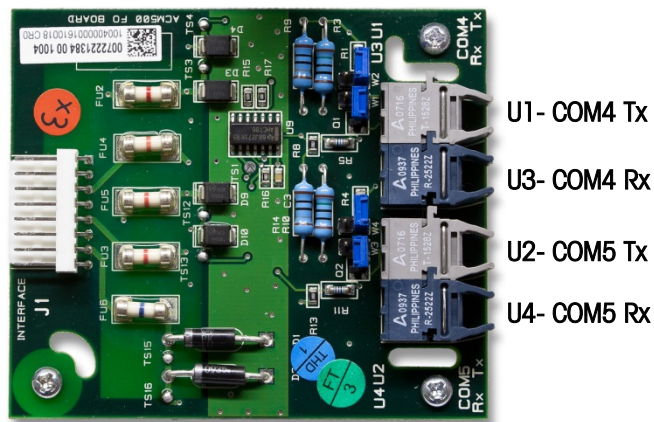
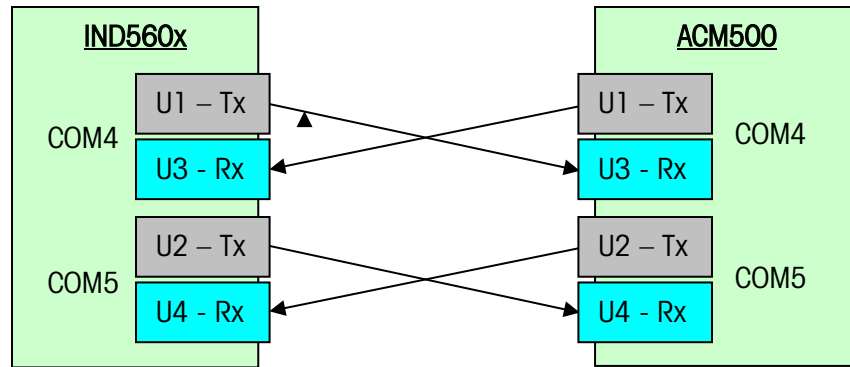

Abbildung 3-9: Faseroptische Schnittstellenplatine
Abbildung 3-10: Anschlussdiagramm der Lichtleiter
3. Wenn Sie Lichtleiterkabel an COM4 anschließen, stellen Sie zuerst fest, welche 2 Lichtleiterkabel vom COM4 am IND560x kommen. Stecken Sie das Lichtleiterkabel vom IND560x-COM4-Sender (**U1**) in den ACM500-COM4-Empfänger (**U3**) ein und das Kabel vom IND560x-COM4-Empfänger (**U3**) in den ACM500-COM4-Sender (**U1**). Abbildung 3-9 dient als Hilfestellung bei der Identifizierung der Sender und Empfänger auf der faseroptischen Schnittstellenplatine des ACM500. Auf Abbildung 3-10 ist die korrekte Verdrahtung zwischen dem IND560x und ACM500 dargestellt.
4. Wenn Sie einen Anschluss an COM5 installieren, stellen Sie zunächst fest, welche 2 Lichtleiterkabel vom COM5 Port des IND560x kommen. Stecken Sie das Lichtleiterkabel vom IND560x-COM5-Sender (**U2**) in den ACM500-COM5-Empfänger (**U4**) ein und das Kabel vom IND560x-COM5-Empfänger (**U4**) in den ACM500-COM5-Sender (**U2**). Auf Abbildung 3-10 ist die korrekte Verdrahtung zwischen dem IND560x und ACM500 dargestellt.